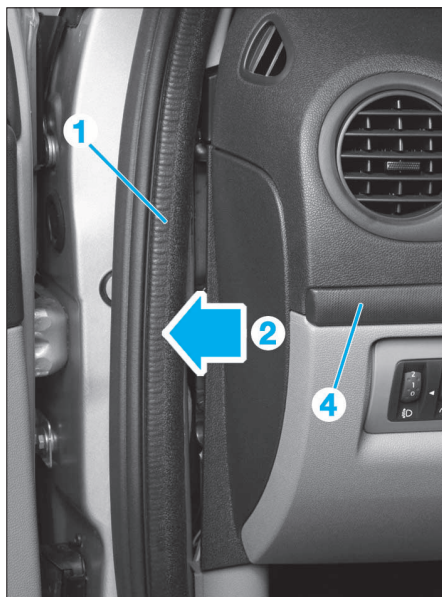

FIG. 35
- Déposer partiellement le joint (1) (Fig.35).